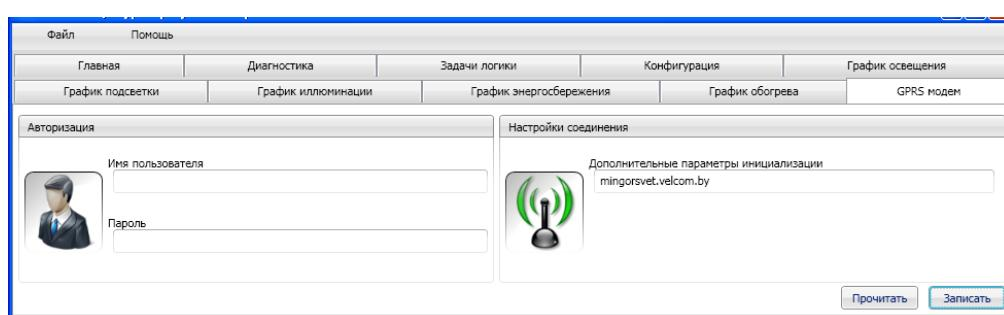

Рисунок 5.13 - Окно «GPRS модем» в БЭМН конфигураторе РУНО 3
5.7 В вкладке «GPRS модем» задаются настройки соединения с устройством по GSM-каналу. В графе «Авторизация» вводятся «Имя пользователя» и «Пароль». В графе «Настройки соединения» вводятся «Дополнительные параметры инициализации» и имя оператора, через которого производится соединение, рисунок 5.13.